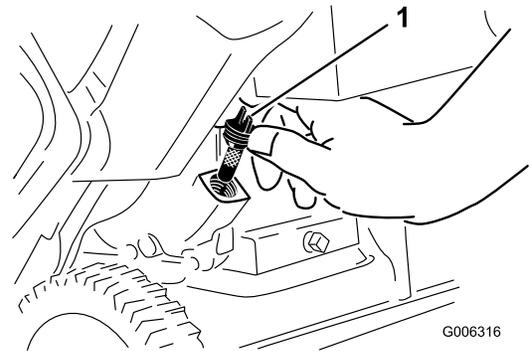

Figure 22
6. Nettoyez la surface autour du bouchon de remplissage d'huile (Figure 22).
7. Dévissez et retirez le bouchon de remplissage (Figure 22).